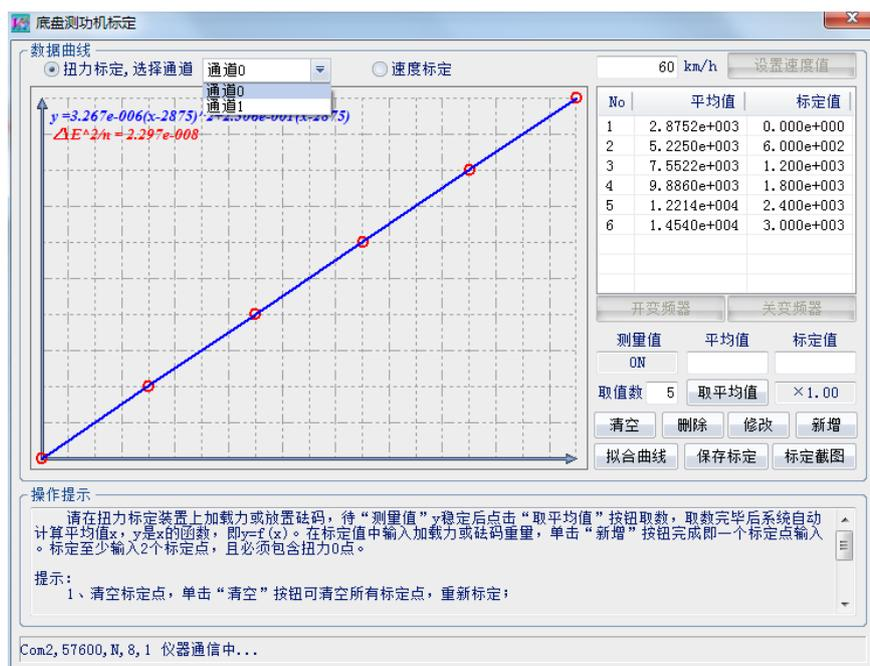

图 2.12
单击“系统标定”，通信成功后，弹出系统标定对话框，如图 2.12 所示。进入标定时，可根据软件提示一步步进行操作。
- (3) 启动“FVET”，进入标定界面，选择“扭力标定”，同时选择“通道 0”，如图 2.12 所示。
- (4) 首先点击“清空”，清除旧的数据记录；卸除砝码盘上的所有砝码，然后在“标定值”框中填入 0，点击“取平均值”，待稳定后再点击“新增”。参照以上操作，按照表 2-2，给砝码盘放置相应的砝码，新增其他 5 个标定点。以上操作完成后，点击“保存标定”将标定结果保存。